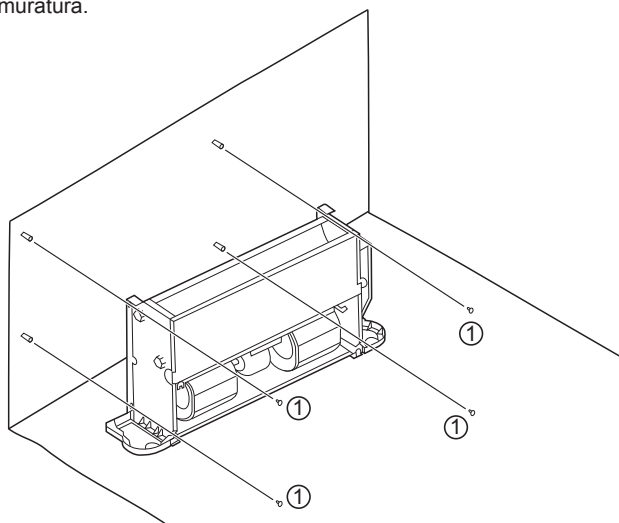

Figura 5-2 Fissaggio del corpo dell'unità
Stringere le viti come illustrato in Figura 5-2 (1) nella apposita muratura.